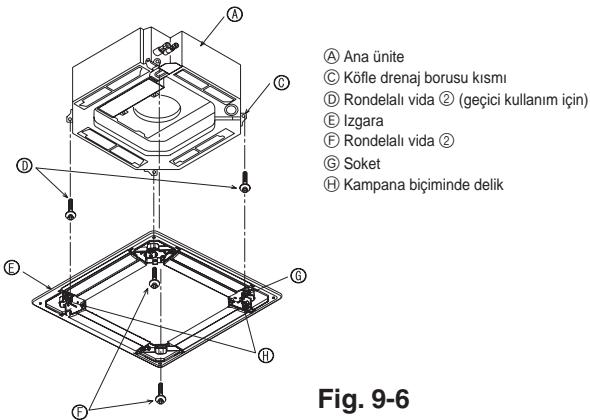
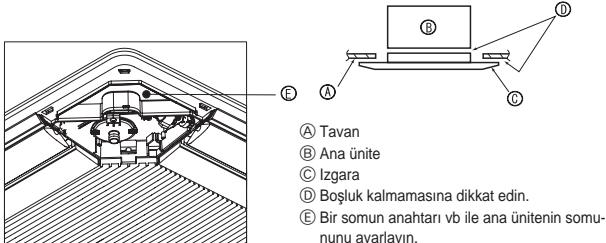

Fig. 9-6
Fig. 9-7
9.4.2. Izgaranın geçici olarak montajı (Fig. 9-6)
- Çan şekilli delikleri kullanarak ve izgaranın ⑥ işaretli soketini ana ünitenin köşe tahlİYE borusu alanına sokarak izgarayı geçici olarak sabitleştirin.
9.4.3. Izgaranın tespit edilmesi (Fig. 9-7)